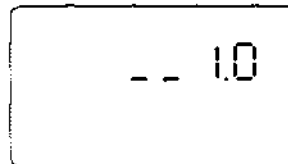

Figura 6-2 Pantalla Versión del software
- b. A continuación, aparece la pantalla Versión del software, tal como se muestra en la Figura 6-2:
NOTA: El número de versión (1.0), que se muestra en la Figura 6-2, es sólo un ejemplo. El dispositivo puede tener instalada una versión posterior del software.